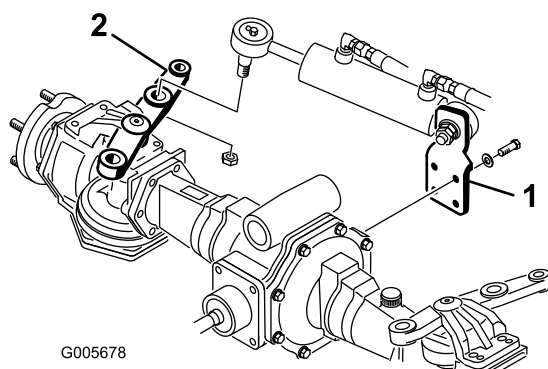

Figura 3
2. Monte el soporte del cilindro a la parte trasera del eje con 4 tornillos (M10 x 30) y arandelas (Figura 3). Aplique Loctite 242, o equivalente, y apriete los tornillos a 65–81 Nm.
4. Sujete el extremo de la articulación esférica al brazo de dirección con la tuerca almenada (Figura 3) y apriete ésta a 95–122 Nm. Instale el pasador.